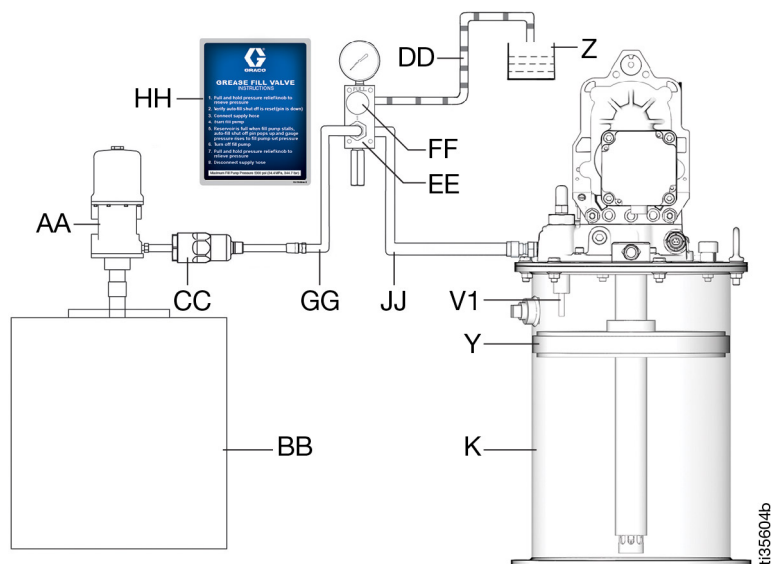

図 12
注： 充填バルブ P/N 77X542 (図 12 のとおり) を使用して、過圧から保護するか、充填ライン (GG) で 5000 psi (34.5 MPa、345 bar) に設定された安全圧力開放バルブを使用します。